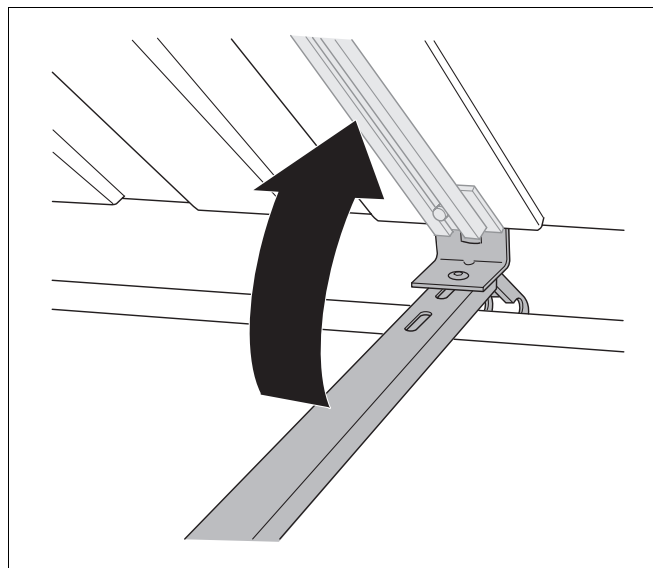

Fig. 5 Girar y nivelar el apoyo del colector
- Nivele el apoyo del colector completo (Fig. 5).